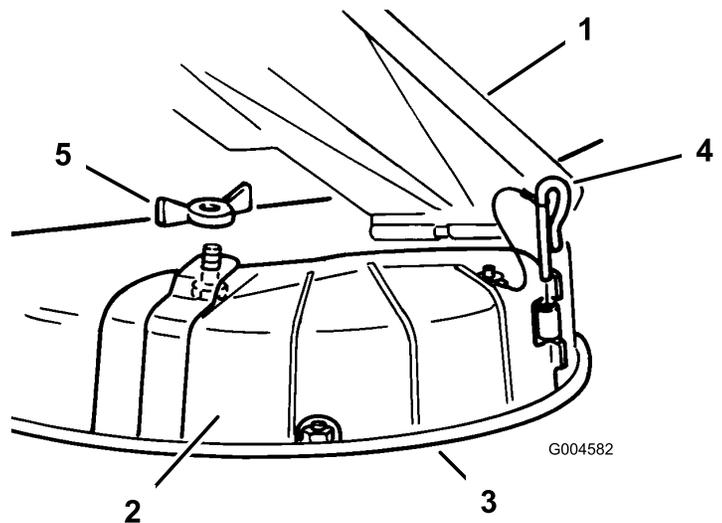

Figura 11
3. Retire la tuerca de orejeta y la abrazadera que sujetan la tapa (Figura 11).
4. Retire el pasador de la bisagra que sujeta la tapa a la carcasa (Figura 11).
3. Levante el deflector de hierba y coloque la tapa de descarga sobre la abertura, en el borde inferior del cortacésped, e introdúzcala en la bisagra delantera (Figura 11).
4. Coloque el pasador en la bisagra (Figura 11).
5. Fije la tapa de descarga al cortacésped con la tuerca de orejeta (Figura 11).